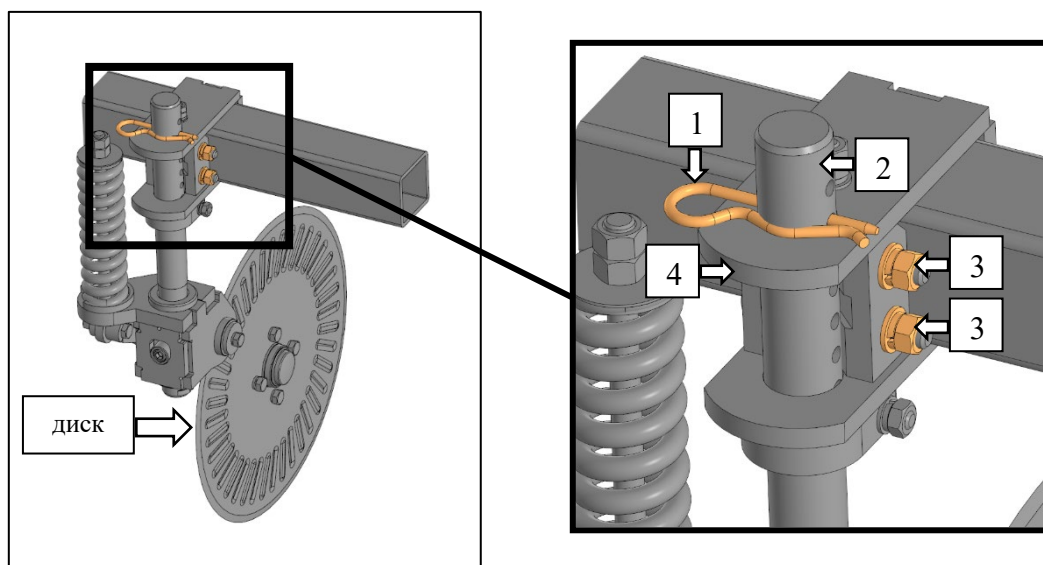
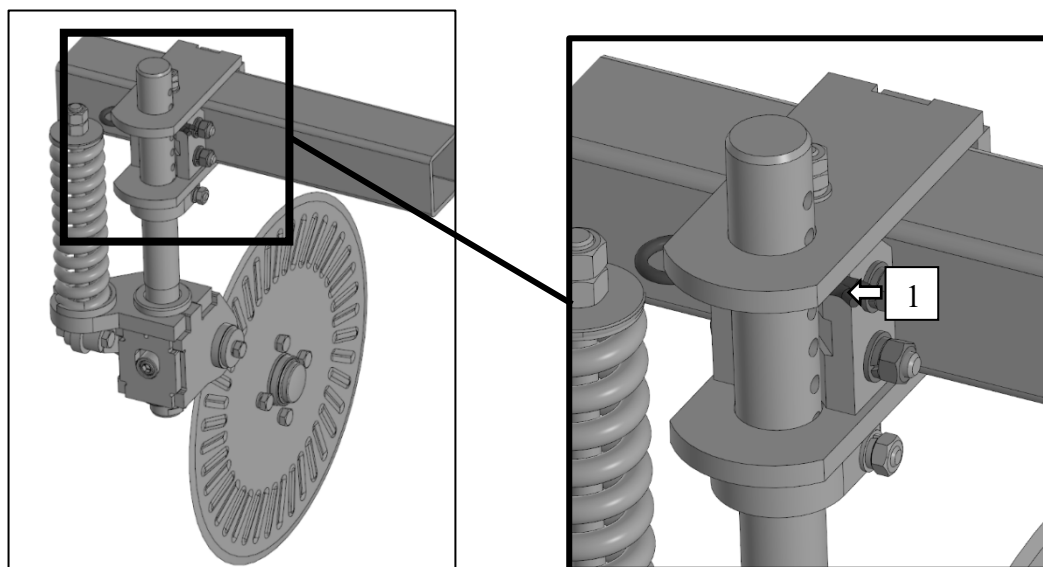

Рисунок 55 – Регулировка турбоножа
Рисунок 56 – Окончательная фиксация турбоножа
1. Извлечь шплинт (1) и установить его в отверстие стойки, выше кронштейна (4) (это необходимо для того, чтобы исключить падение стойки турбоножа), рис. 55;
2. Ослабить затяжку болтов (3), рис. 55;
3. Поднять или опустить стойку (2);
4. Надёжно затянуть резьбовые соединения болтов (3) (для фиксации стойки);
5. Установить шплинт (1) в отверстие стойки (2) так, как показано на рис. 56.